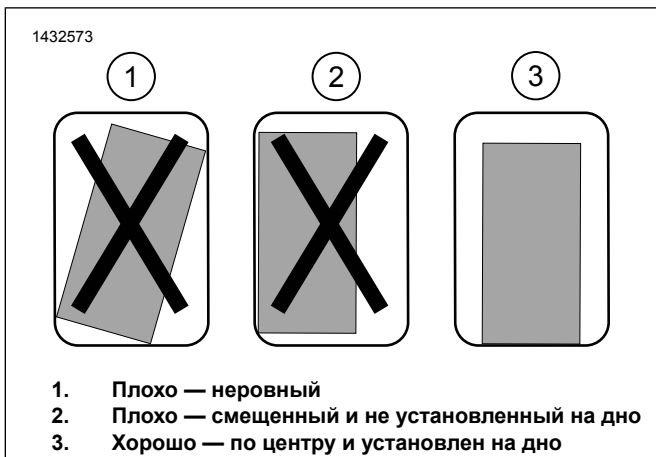

Рисунок 11. Установка монтажного кронштейна
- a. См. рис. 11. Проверьте установку монтажного кронштейна в сборе. Кронштейн должен быть прямым и располагаться по центру как можно ближе к нижней части кофра.
- c. См. рис. 11. Проверьте окончательную установку кронштейна, убедившись, что он прямой и располагается по центру как можно ближе к нижней части кофра.